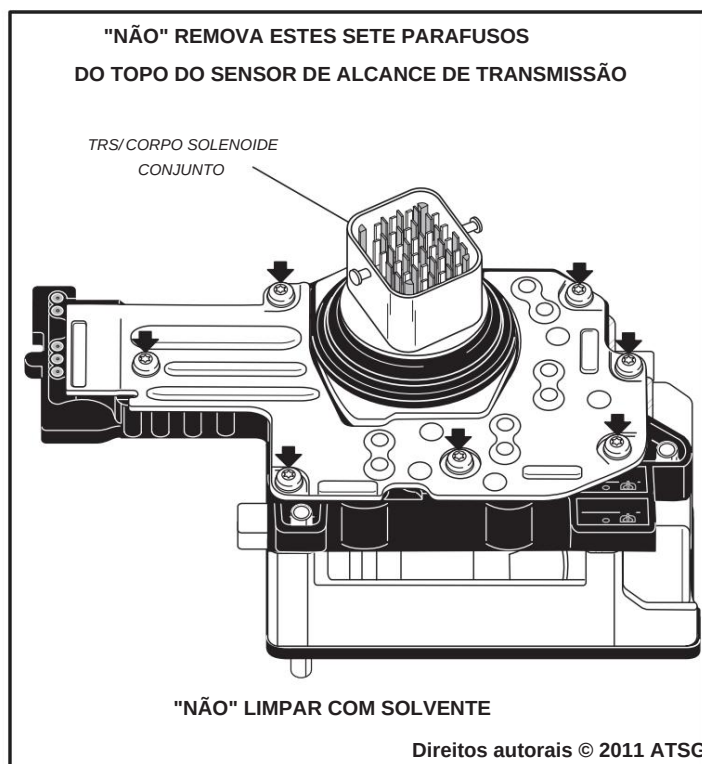

Figura 121
2. **Não** remova os sete parafusos da parte superior do corpo do TRS/solenoide (consulte a Figura 121).